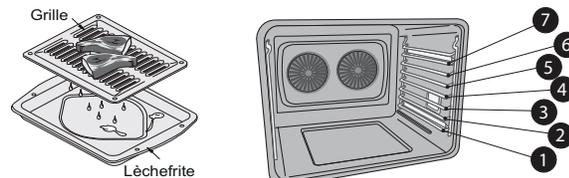

Figure 18 : Lèchefrite/grille Figure 19 : Positions
1. Disposez les grilles dans le four et placez la grille de la lèchefrite et la lèchefrite, puis placez la viande sur la grille. (Figure 18).